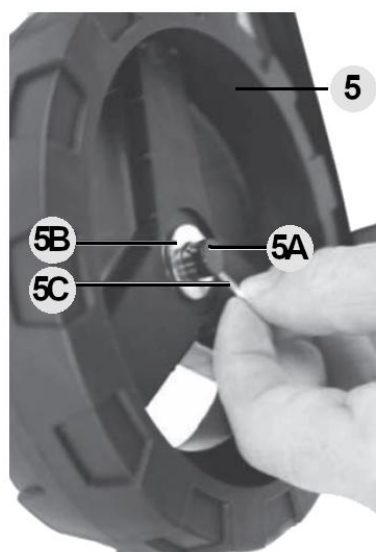

Rys. 2C
- Umocować kabel zasilający **4** za pomocą zacisków **4A** (Rys. 2C).